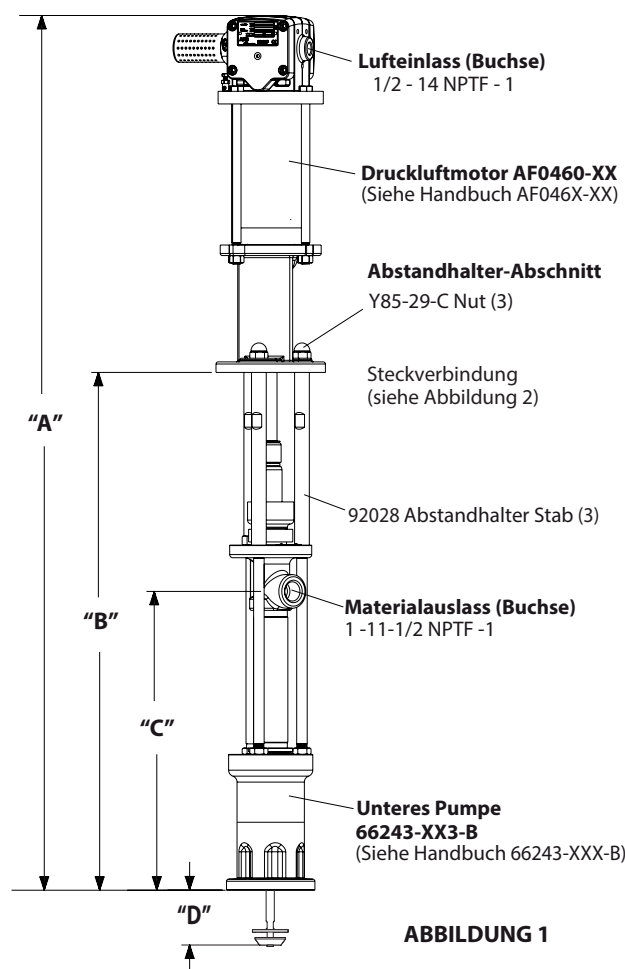

ABBILDUNG 1
2. Die drei (Y85-29-C) Muttern an den drei Abstandshalterstangen entfernen (siehe Abbildung 1).